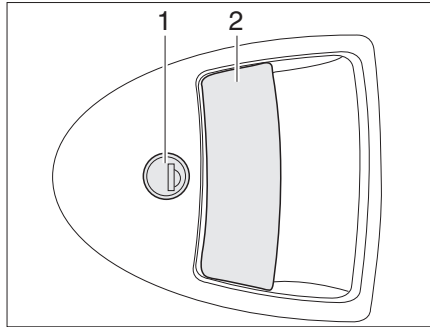

Fig. 21 Cerradura de la puerta, en el exterior
- Introducir la llave en el cilindro de cierre (Fig. 21,1) y girar en sentido de las agujas del reloj hasta que esté desbloqueada la cerradura de la puerta.
- Tirar del tirador de la puerta (Fig. 21,2). La puerta está abierta.
- Introducir la llave en el cilindro de cierre (Fig. 21,1) y girarla en sentido contrario a las agujas del reloj hasta que esté bloqueada la cerradura de la puerta.